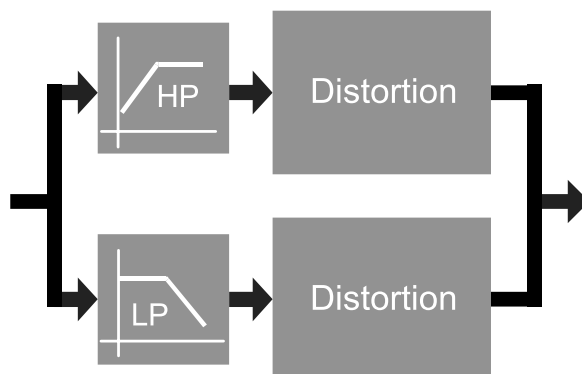

Abb. 8.4.3 2-Band-Distortion
Die tatsächliche Distortion unit besteht nun aus zwei parallelen in der oben beschriebenen Weise arbeitenden Einheiten (Abb. 8.4.3). Die eine Einheit arbeitet jedoch im tieffrequenten Bereich, während die andere im oberen Frequenzbereich wirksam wird. Es handelt sich also um einen 2-Band-Verzerrer ähnlich wie bei einer Lautsprecherbox. Der **[low/high]**-Schalter (6) bestimmt dabei die Übernahmefrequenz.